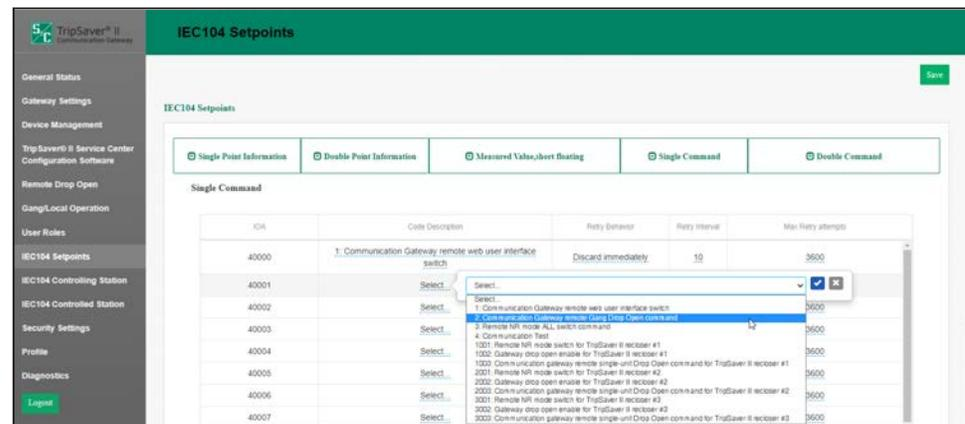

Figura 59. Configuração de Valores-Alvo de Comando Único.
A tela *Single Command Setpoint Configuration* contém parâmetros de configuração para valores-alvo de comando único. A tela pode ser aberta clicando no botão **Single Command**. Ver Figura 59.
**Code Description:** Códigos de ponto representando pontos de comando específicos podem ter atribuição de números de pontos individuais no SCADA. Uma lista completa de definições de descrições de código específicos pode ser encontrada na Folha de Instruções da S&C 461-561P. As descrições de código são definidas pela seleção do campo **Code Description** de forma compatível com o campo **IOA** respectivo. É apresentada uma caixa de diálogo flutuante com definições de códigos para todos os religadores TripSaver II pareados com o gateway de comunicação. Ver Figura 59 na página 60. Quando uma definição de código estiver escolhida, selecione o ícone **Check Mark** (Caixa de Verificação) para finalizar. A remoção de uma seleção de código pode ser realizada pela seleção de uma linha em branco no menu suspenso e clicando na caixa de verificação. Isso resulta num campo sendo mostrado como vazio. Para concluir clique no botão **Save**.